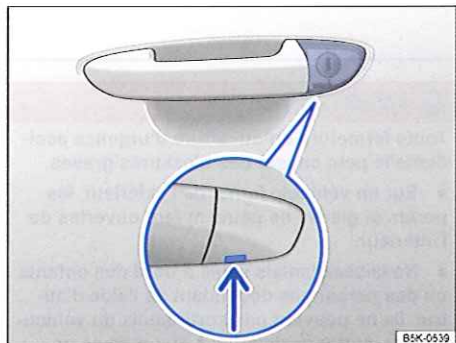

Fig. 245 Poignée de porte du conducteur : barillet masqué
- Insérez la clé de secours par le bas dans l'ouverture du cache de la poignée de porte du conducteur $\Rightarrow$ fig. 245 (flèche) puis retirez le cache en le soulevant par le bas.